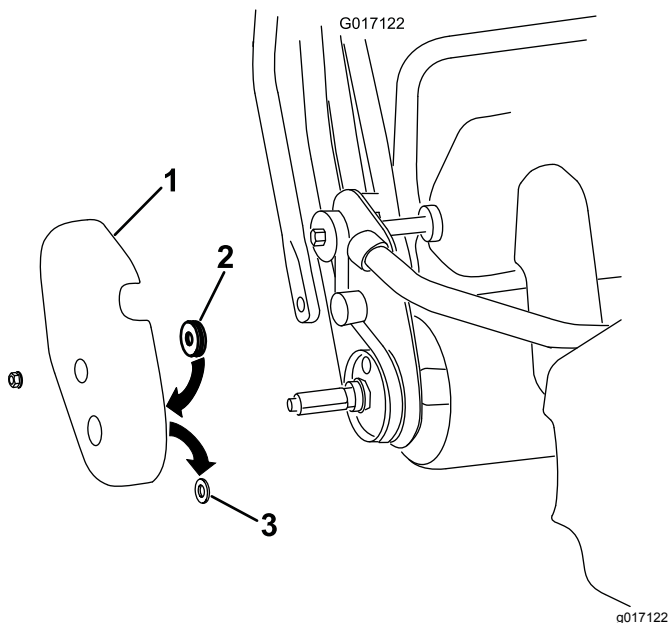

图9
A. 从机器上拆下右侧轮鼓盖图9。
- B. 从轮鼓盖上的轮轴孔卸下并丢弃橡胶垫 (图9)。
- C. 将毛毡封粘贴到轮鼓盖的里面、放置在轮轴孔周边 (图9)。